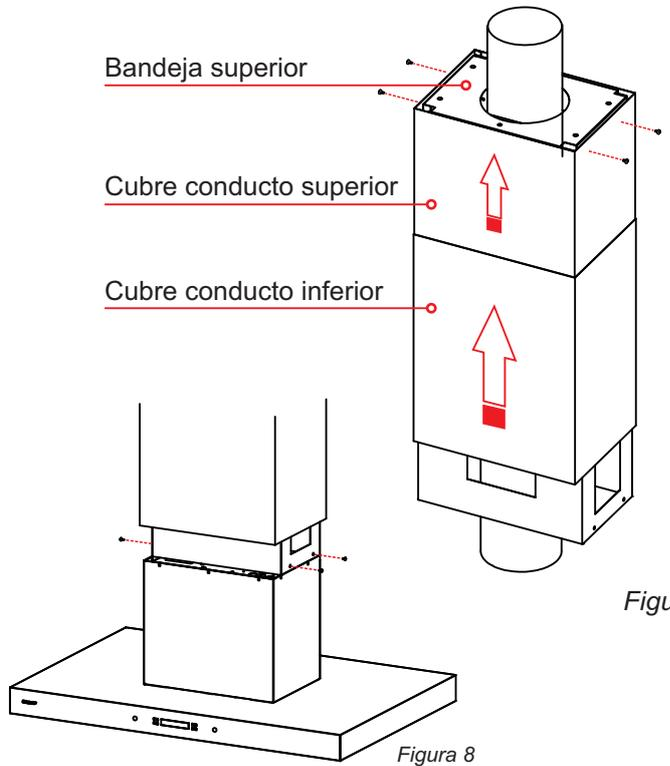

Figura 7
Paso 6: Fije el cubre conducto superior de acero inoxidable (el más chico de los cubre conductos) a la bandeja superior, haciendo tope con la losa, mediante los 4 tornillos suministrados. Luego suba el cubre conducto inferior (el más grande de los cubre conductos) y manténgalo por encima del borde inferior de la estructura hasta terminar con la instalación de la campana. Retire el vinilo de los mismos una vez finalizada por completo la instalación de la campana. (ver figura 7)